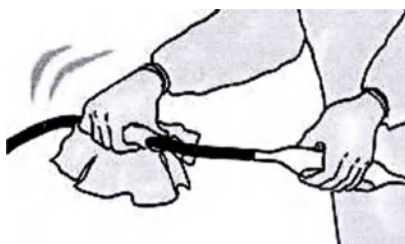

Рис. 1-19. Вытрите эндоскоп насухо.
5. Протрите поверхности эндоскопа мягким полотенцем (Рис. 1-19).